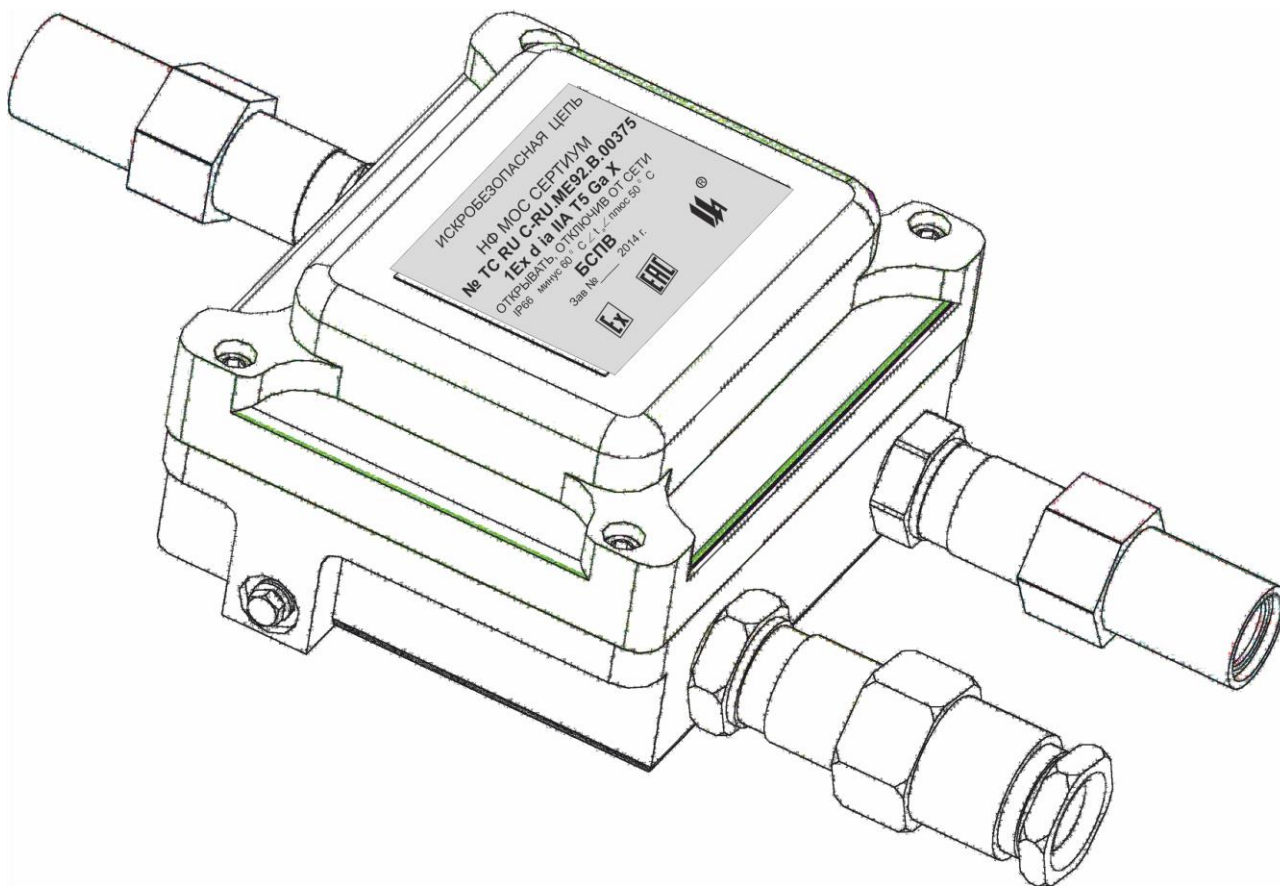

Рисунок 4.1 – Конструкция БСПВ
4.2 Конструкцию БСПВ поясняет рисунок 4.1.